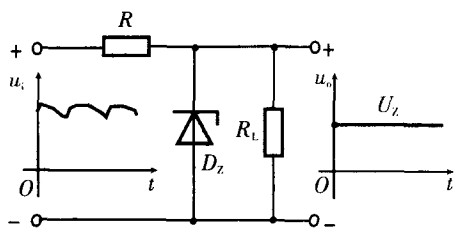
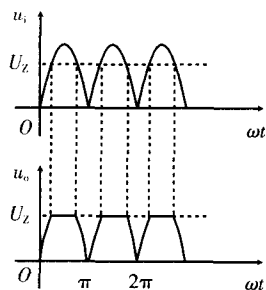

图 15.7
图 15.8
稳定电压  $U_Z$ 、稳定电流  $I_Z$ 、最大稳定电流  $I_{ZM}$  或最大允许功耗  $P_Z (= U_Z \cdot I_{ZM})$ 、动态电阻  $r_z (= \frac{\Delta U_Z}{\Delta I_Z}$ , 见图 15.7) 和电压温度系数  $\alpha_U$  等等。
(1) 实现简单稳压:利用稳压管的伏安特性,当负载  $R_L$  两端电压略有变化时,稳压管中电流将剧烈变化,从而在限流电阻  $R$  上的电压降迅速发生变化,而维持负载电压  $u_o$  几乎不变。电路如图 15.8 所示。
(2) 削波电路:电路与图 15.7 所示相同,输入与输出波形如图 15.8 所示。波顶被削去,获得梯形波,故称削波电路。